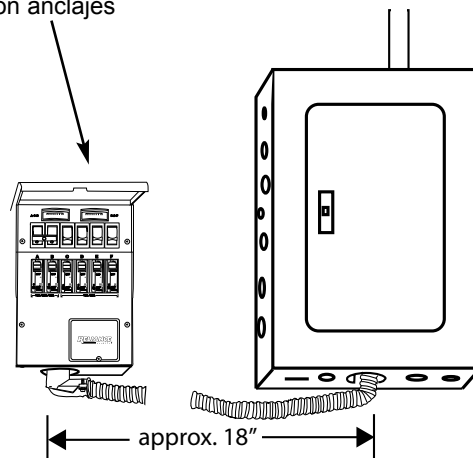

Figura 2
1. Coloque el interruptor de transferencia de manera que su parte inferior central es de unos 18 centímetros de la parte inferior central de su centro de carga. El final del conducto flexible debe estar alineado con un agujero de 3/4 "golpe de gracia en la parte inferior de su centro de carga (Figura 2).